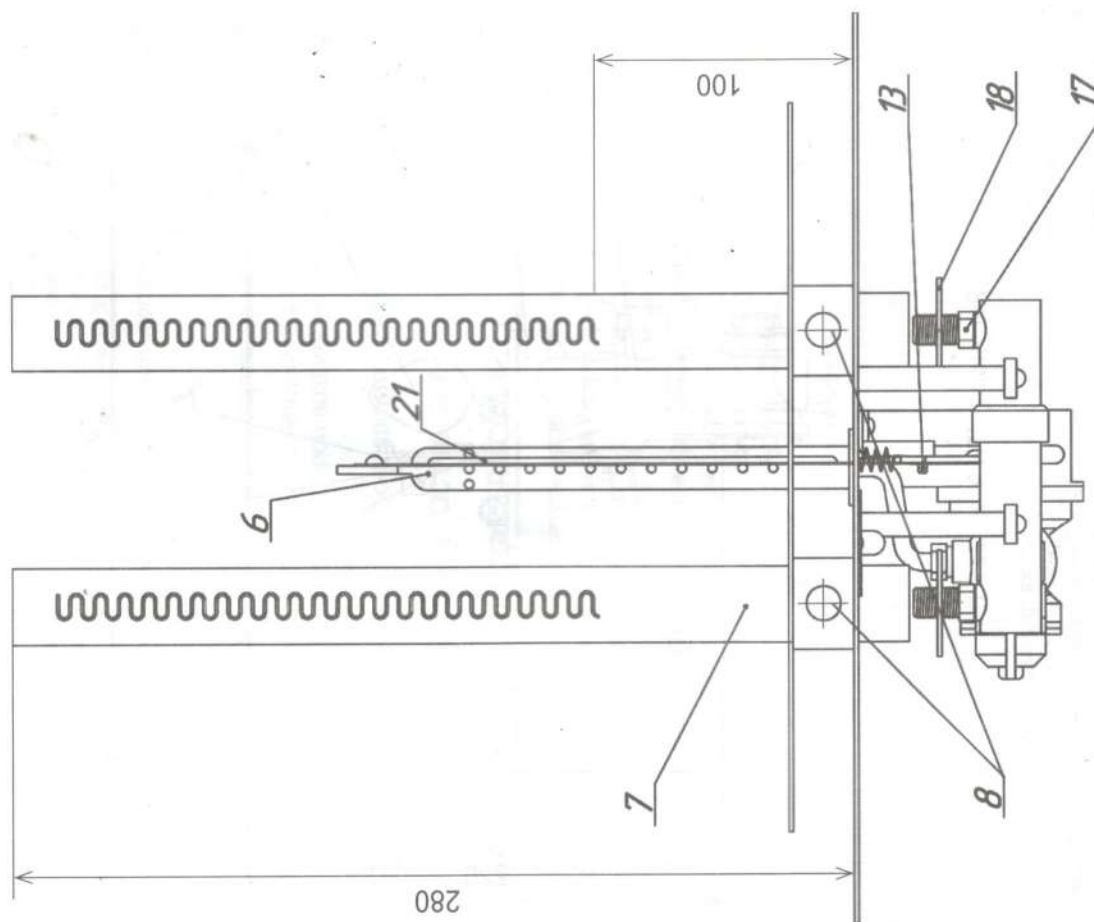

Рисунок 2 ИГН 9, 16, 22 – П-Н
2. Взять запальник (6) с прикрепленным к нему датчиком контроля горения и тяги (21). Со стороны отбойника ввести в паз во фронтальном щитке конец датчика горения и тяги (рис. 2). Ослабить винт крепления каретки рычага к уголку рычага, совместить отверстие в рычаге (3) и датчика контроля горения, и тяги (21) и соединить их винтом M4x8 (винт для крепления вкручен в отверстие рычага).
3. Установить насадку (7) в гнездо со стороны отбойника. Для установки насадок (7) в гнездо отбойника насадку (7) повернуть огневой дорожкой в бок, вставить насадку (7) в гнездо, повернуть огневой дорожкой вверх (дорожка должна располагаться горизонтально) и потянуть в сторону отбойника (на себя) до упора. После чего зафиксировать двумя винтами расположенными снизу устройства между фронтальным щитком и отбойником.
- а) Ослабив винт крепления каретки рычага к уголку рычага отрегулировать положение рычага (3) относительно кнопки (10) трехходового клапана (5), как указано на рисунке 5;
- б) Установить газогорелочное устройство отверстиями (9) на монтажную рамку топливника печи, обеспечив плотное беззазорное прилегание фронтального щитка к топливнику печи;
- в) Подключить подводящий газопровод к резьбовому входу $\frac{1}{2}$ " трехходового клапана газогорелочного устройства, убедившись, что газовый кран (4) подачи газа на газораспределитель (2) закрыт.